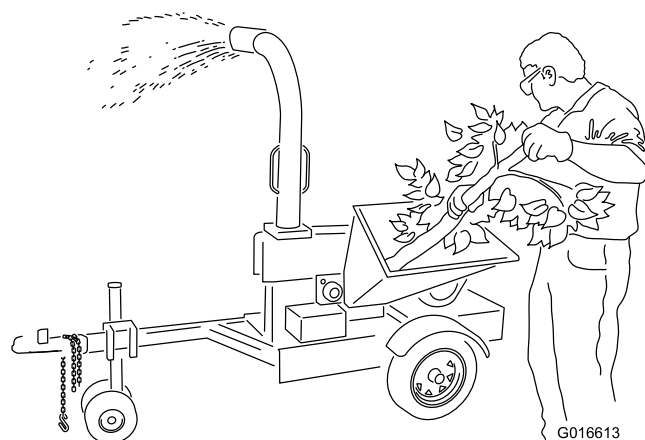

Figure 15
- La vitesse du rotor diminuera si vous surchargez la trémie. Si vous remarquez une baisse du régime moteur, ne mettez plus rien dans la trémie jusqu'à ce que le moteur tourne de nouveau à plein régime (Figure 15).